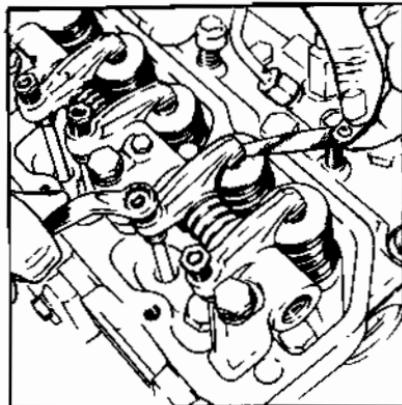

Fig. 9 Justering av ventilklaringen
- 15,2 kgf m). Undersøk ventilklaringerne på nytt, fig. 9.
3. Før et følerblad (se under) inn mellom ventilstammen og vippearmen. Drei ventilklaringers justeringsskrue til følerbladet såvidt klemmes mellom vippearmen og ventilstammen (fig. 9), slik at bladet fremdeles kan beveges, men med litt motstand.